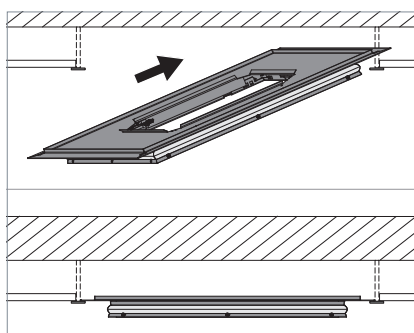

Fig. 1: Insérer le cadre du luminaire dans le plafond modulaire.
- ▶ Insérez le cadre du luminaire dans un plafond modulaire, voir Fig. 1.